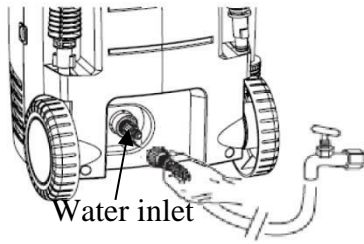

Fig.7
- Güvenlik kilidini açın FIG.7 ve FIG. 8, içerideki havanın çıkması için tetiğe basın.